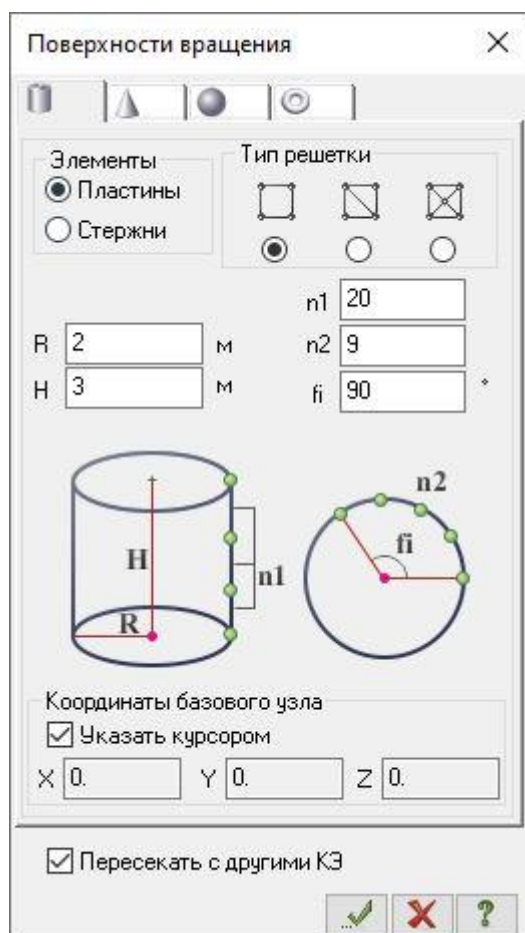

Рис.6.2. Диалоговое окно **Поверхности вращения**
- В этом диалоговом окне задайте параметры, необходимые для генерации цилиндра (рис.6.2):